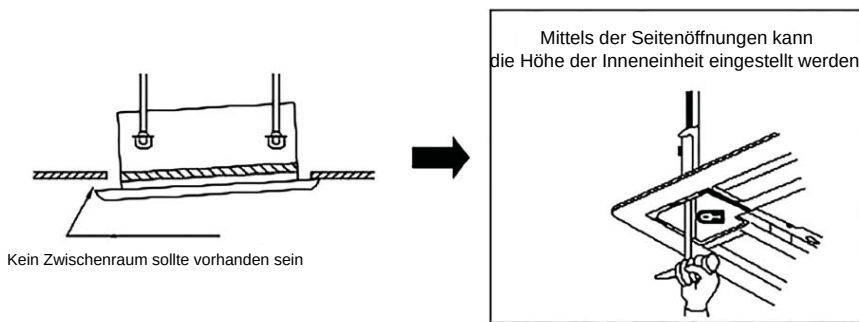

Abb. 2.15
- ② Wenn zwischen der Decke und dem Panel nach der Anziehung der Schrauben weiterhin Raum bestehen sollte, so sollten Sie die Höhe der Inneneinheit einstellen (wie in Abb. 2.15).